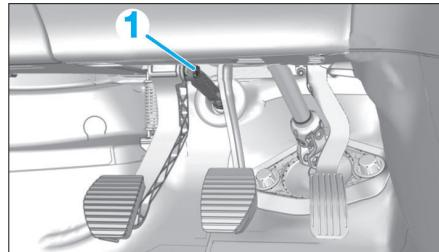

Fig. 2
- Dégrafez la tige du cylindre émetteur d'embrayage (1) (Fig.2).